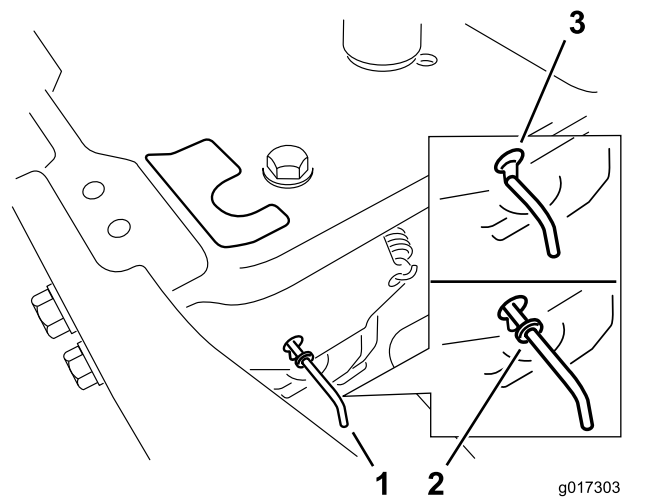

Figura 22
4. Spostate in avanti le leve di bypass attraverso il foro della chiavetta, quindi verso il basso per bloccarle in posizione (Figura 22).
Spostate indietro le leve di bypass attraverso il foro della chiavetta, quindi verso il basso per bloccarle in posizione, come illustrato nella Figura 22.